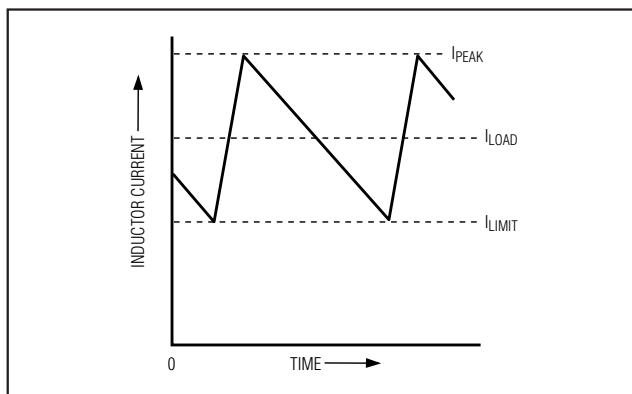

图4. “谷”限流门限点
限流电路采用独特的“谷”电流检测算法 (图4)。如果CS端的电流检测信号幅度高于限流门限，则PWM不能启动一个新周期。实际的峰值电流要比限流门限高出一个电感纹波电流。因此，实际限流特性和最大带载能力是检流电阻、电感值和电池电压的函数。
- 1) 在低 V_{IN} 值、高 V_{OUT} 值和最大负载电流的情况下，确定最小(谷)电感电流($I_{L(MIN)}$)。最小电感电流为 I_{LOAD} 减去一半的纹波电流(图4)。